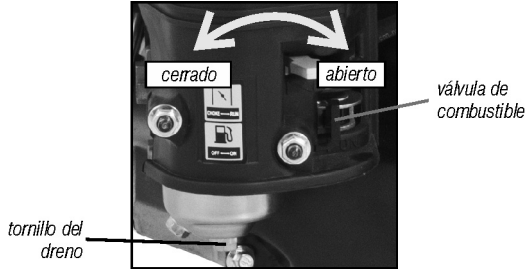

Fig. 14 - Tornillo del drenaje
- 2 – Posicione la válvula de combustible para posición OFF (cerrada) (fig. 14);
- 4 – Con auxilio de una llave retire el tornillo del drenaje (fig. 14);
- 5 – Posicione la válvula de combustible para posición ON (abierto) (fig. 14) y drene todo el combustible para evitar la formación de residuos en el sistema de combustible;